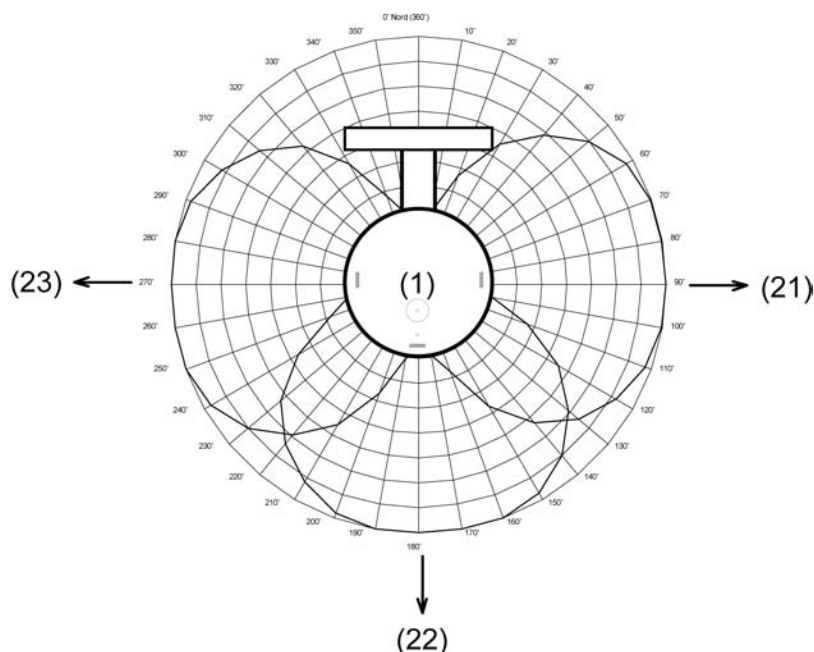

Bild 4: Ausrichtung der Wetterstation
- (1) Lichtdurchlässiger Sensorkopf mit der Sensorfläche des Niederschlagssensors, dem Temperatursensor, dem Dämmerungssensor, dem Windsensor und den 3 Helligkeitssensoren
- (2) Winkelarm mit variabler Verrastung zur Ausrichtung des Sensorkopfes
- (3) Klemmenkasten zum Anschluss des KNX/EIB und der Heizspannung an den Sensorkopf
- (4) Lage des Temperatursensors
- (5) Sensorfläche der Niederschlagssensors
- (6) Lage des Dämmerungssensors und des Helligkeitssensor 2
- (7) Lage des Helligkeitssensor 1 (Helligkeitssensor 3 befindet sich in 9 Uhr-Position (Bild 4) und ist somit dieser Ansicht nicht sichtbar )
- (8) Lage des thermischen Windsensors